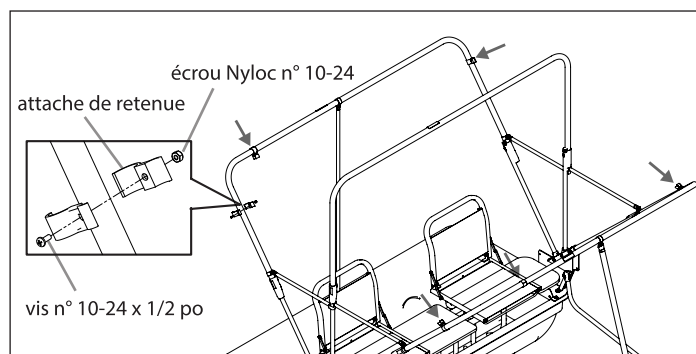

FIGURE 15
21. Dans la boîte de pièces se trouve un sachet d'attaches de retenue de barre. Ces attaches s'utilisent dans la position de rangement des barres d'écartement. La pose de chaque attache de retenue nécessite deux (2) demi-attaches (15708), un (1) écrou Nyloc n° 10-24 et une (1) vis n° 10-24 x 1/2 po. Serrer la visserie et poser de la même façon toutes les autres attaches de retenue. **VOIR FIGURES 15 ET 16**